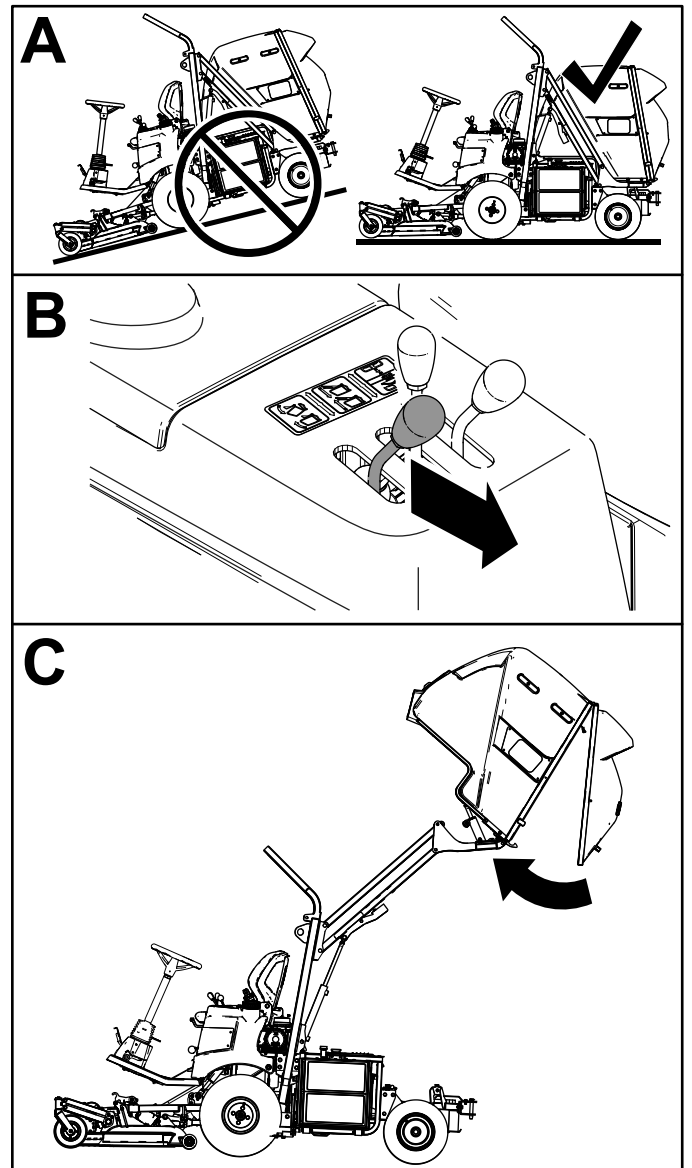

Figura 26
2. Per chiudere la tramoggia dopo lo scarico, spostate in avanti la leva di scarico della tramoggia (Figura 26).